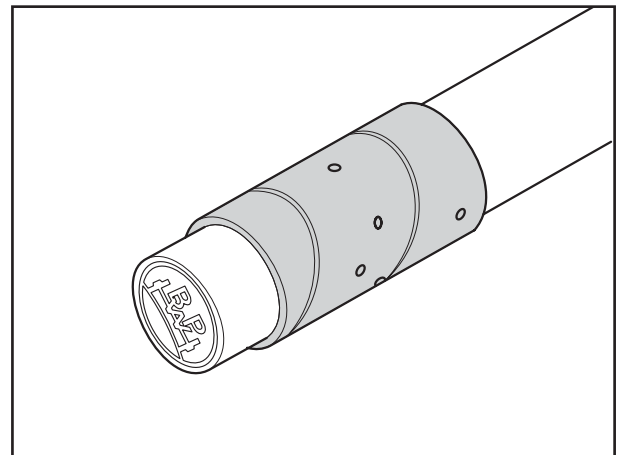

Fig. 5
- [11] Bronzebuchse - auf den Stützachskörper schieben (Fig. 5).
- [11] Push bronze bushing onto the trunnion beam (Fig. 5).
- [11] Faire glisser la douille en bronze sur l'axe de balancier (fig. 5).